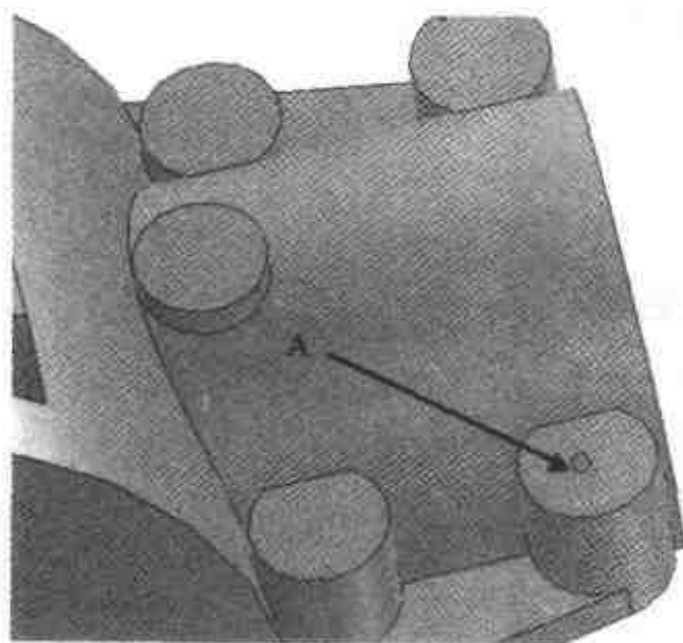

图 2.39 添加【自定义孔】图素
- (4) 从【工具】设计元素库中向如图 2.39 所示的中点 A 处拖入一个【自定义孔】智能图素。